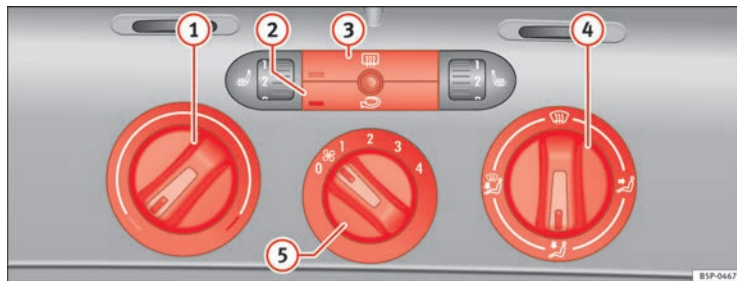

Abb. 127 In der Instrumententafel: Bedienelemente der Heizung
- Mit den Reglern ⇒ Abb. 127 ① und ④ und mit dem Schalter ⑤ stellen Sie die Temperatur, die Luftverteilung und die Gebläsestufe ein.
- Drücken Sie die jeweilige Taste ② bzw. ③, um eine Funktion ein- oder auszuschalten. Bei einer eingeschalteten Funktion leuchtet das Fenster unten links an der Taste ein.